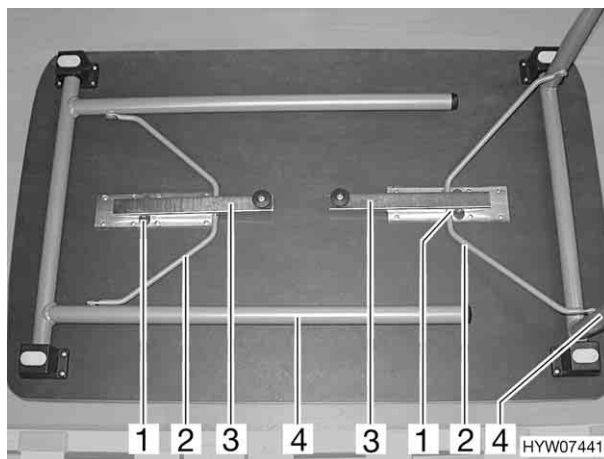

Fig. 32 Tavolo ribaltabile, non fissato all'interno
- Aprire un piede (Fig. 32,4) dopo l'altro verso l'esterno fino a che le staffe di supporto (Fig. 32,2) si innestano nei naselli (Fig. 32,1) delle guide.
- Tirare un piede dopo l'altro con la leva (Fig. 32,3) e ripiegare completamente il piede (Fig. 32,4).